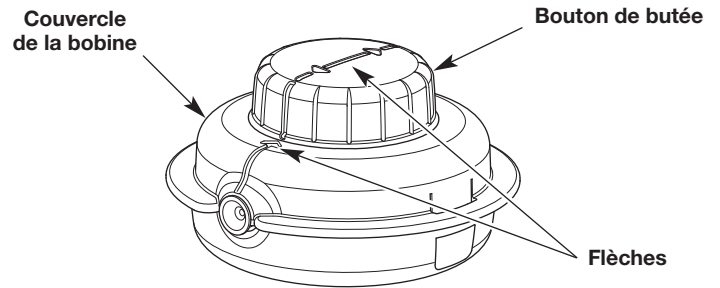

Fig. 1
3. Tournez le bouton de butée pour en aligner les flèches avec celles se trouvant sur le couvercle de la bobine (Fig. 1).